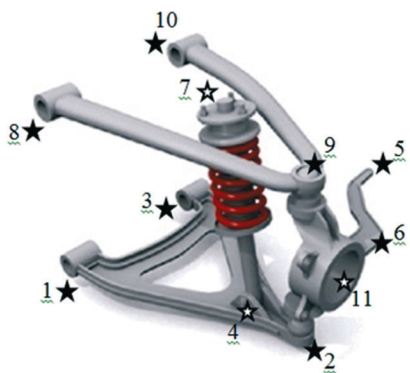

Figura 5.11 – Esquema dos *Hardpoints* a serem construídos.
O primeiro passo para a construção de um subsistema suspensão é a criação dos *Hardpoints*. Dessa maneira, o modelo se torna parametrizado, facilitando, portanto, alterações geométricas, evitando, assim, o desenvolvimento de um novo projeto. Na Figura 5.11 é mostrado um esquema dos *Hardpoints* a serem definidos e sua respectiva representação em uma suspensão *Double A*. A numeração representada é coincidente com a da Tabela 5.1.
*A notar: Repare que os Hardpoints com sigla de identificação “lca” (Lower Control Arm) se referem à bandeja inferior, já os com “uca” (Upper Control Arm) se referem à bandeja superior. Os Hardpoints identificados por “tierod” correspondem à união do sistema de direção ao subsistema suspensão. “lwr\_strut\_mount” e o “top\_mount” são relativos à fixação do amortecedor na bandeja inferior e no chassi. Por fim, “wheel\_center” localiza o centro da roda (Figura 5.11)*
A bandeja inferior da suspensão é definida por três *Hardpoints*: *lca\_front*; *lca\_rear* e *lca\_outer*, o que lhe confere uma forma triangular (Figura 5.11).